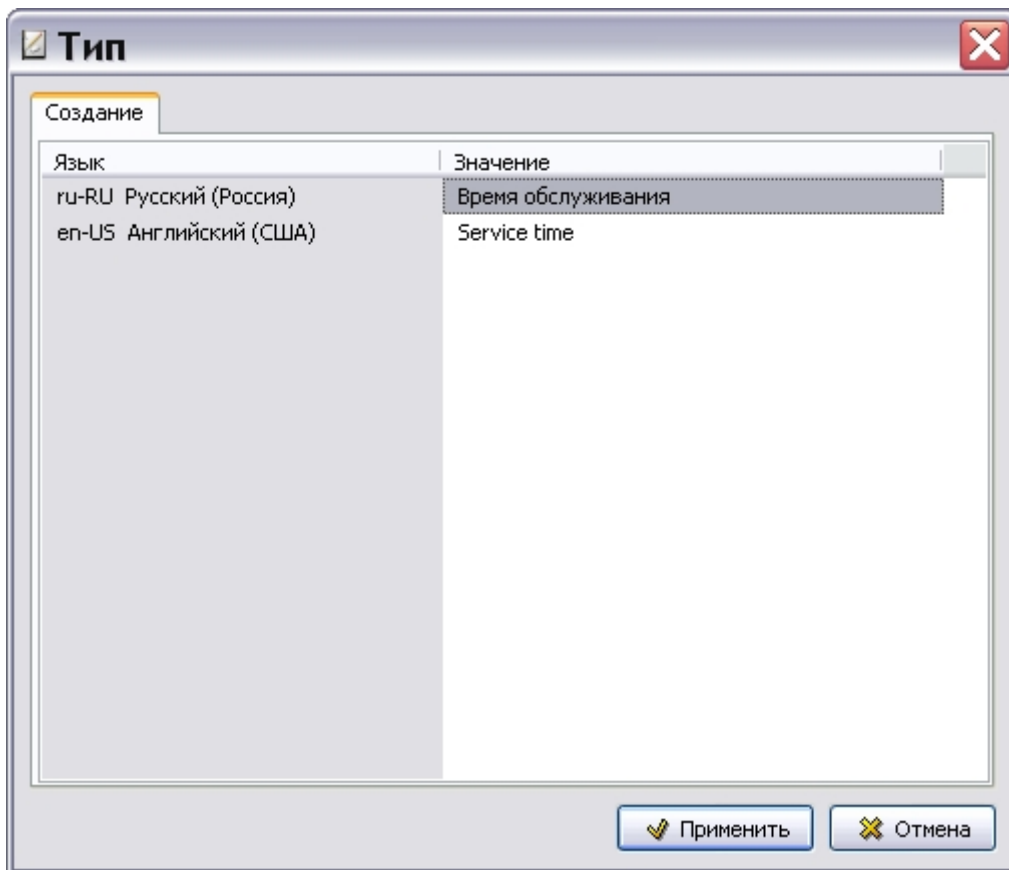

Рис. 3.96
- Нажатие на кнопку **Добавить**  приводит к открытию окна **Тип**, в которое вводится название нового типа единиц измерения на всех языках проекта (Рис. 3.96).